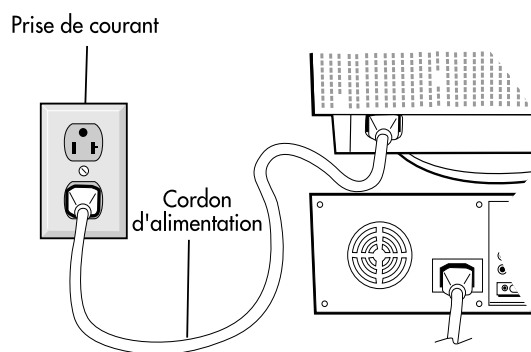

Figure C.1
5. Connecter une extrémité du cordon d'alimentation au moniteur Diamond Plus et l'autre extrémité à la prise de courant (**Figure C.1**).